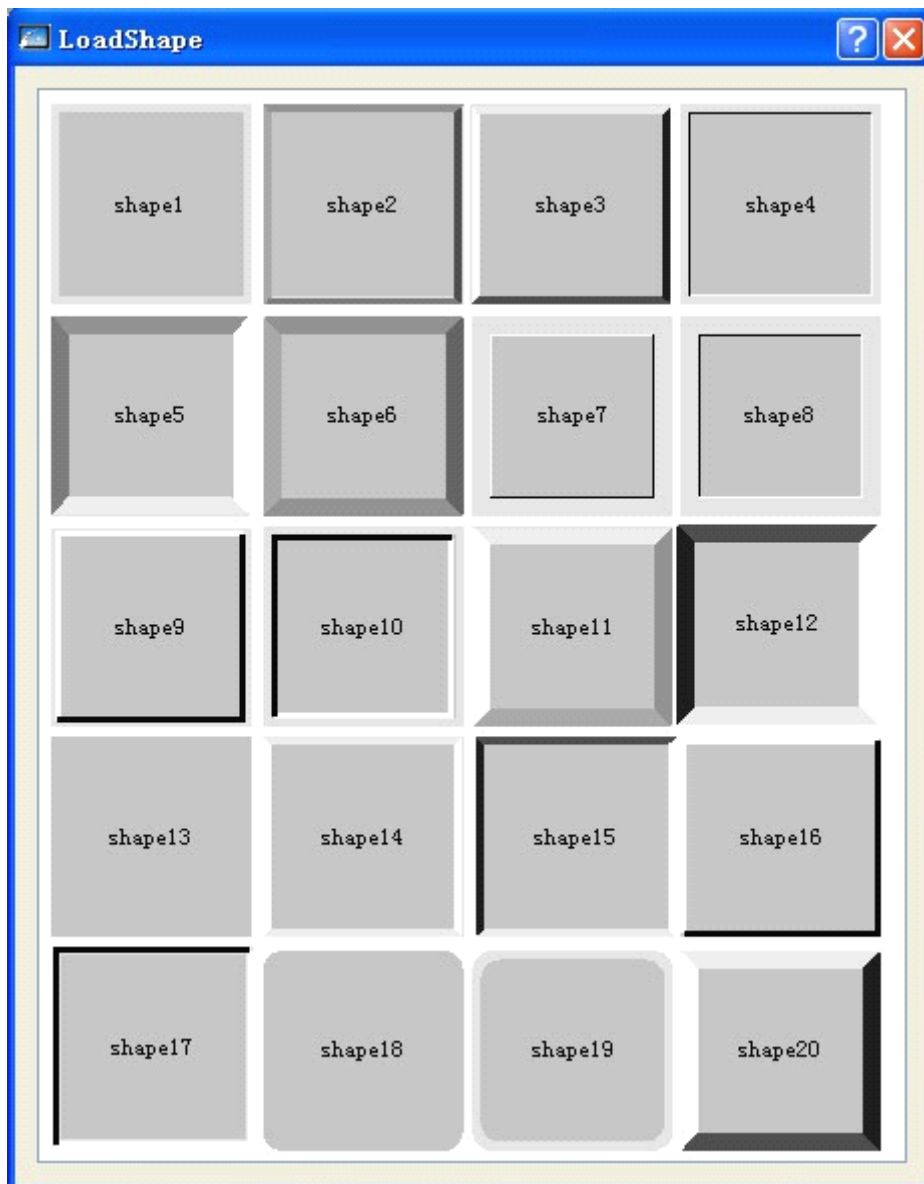

Рисунок 4-74 Окно настройки формы
- ◆ Shape: Щелкните кнопку "Shape", после чего появится окно настройки формы; в этом окне вы можете выбрать желаемую форму просто нажав на форму. Смотрите рисунок 4-74